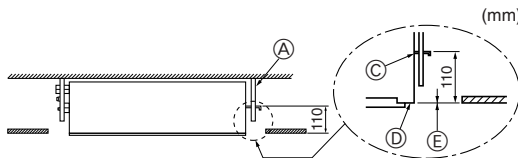

Fig. 2-9
5. Alle Muttern fest anziehen. (Fig. 2-9)
① Aufhängungsschraubbolzen (3/8" oder M10)
② Durchsichtige Kunststoffrohrleitung
③ Unterseite der Klammer
④ Hier Frontplatte befestigen
⑤ Darauf achten, daß diese Flächen in einer Ebene zueinander liegen (0 - 3 mm).